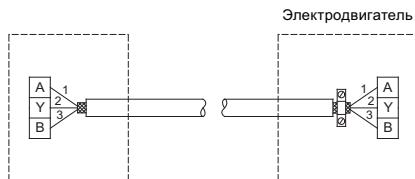

Рис. 11 Подключение 3-жильного экранированного кабеля
- Если устройство не имеет такого зажима, экранирующую оплётку оставляют неподсоединённой с этой стороны, как показано на рис. 11.